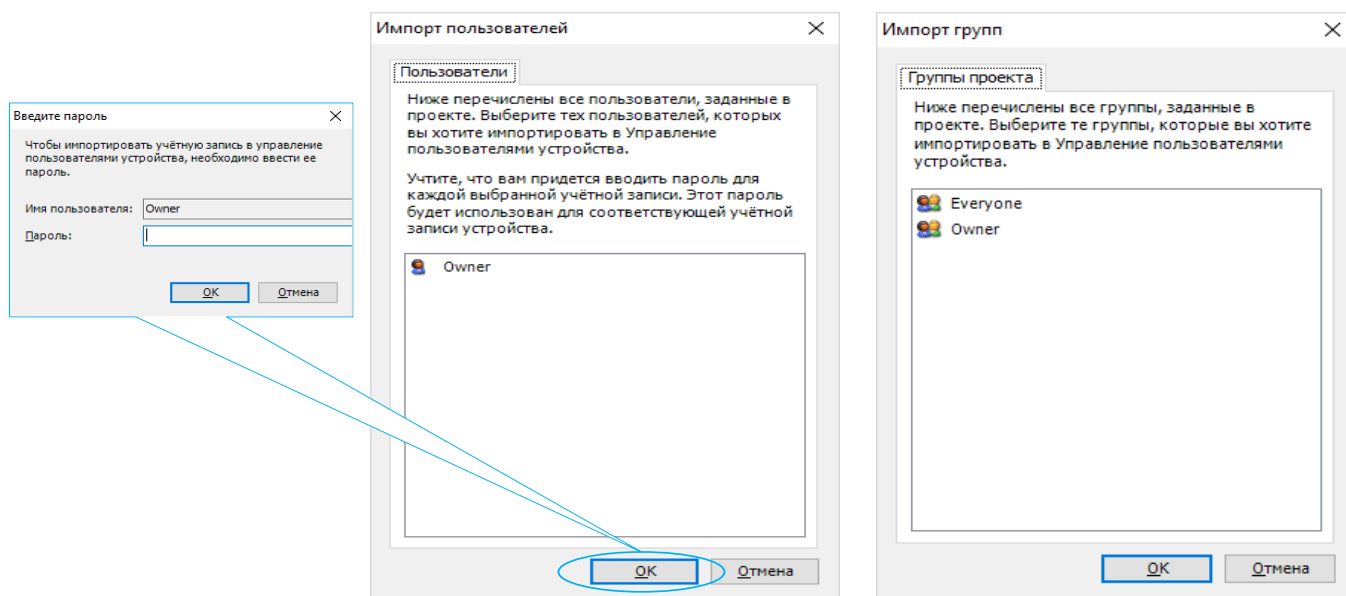

Рисунок 224 – Диалоговые окна импорта пользователей/групп
- для импортирования **Пользователей / Группы**, заданных в проекте, нажмите кнопку  **Import...** (**Импорт...**, в соответствующем списке), всплывет диалоговое окно **Импорт пользователей / групп** (Рисунок 224). Выберите **Пользователей / Группы** и